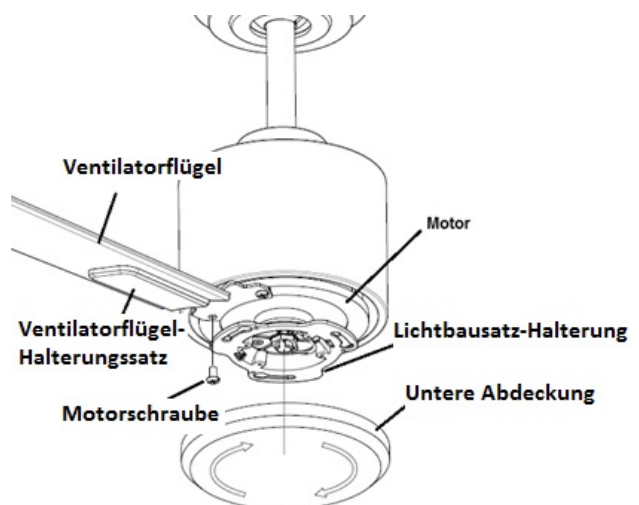

Abb. 9
- Befestigen Sie den Ventilatorflügel mit Halterung am Motorschaft und sichern Sie diesen mittels der 2 Schrauben am Motorschaft. Abb. 9